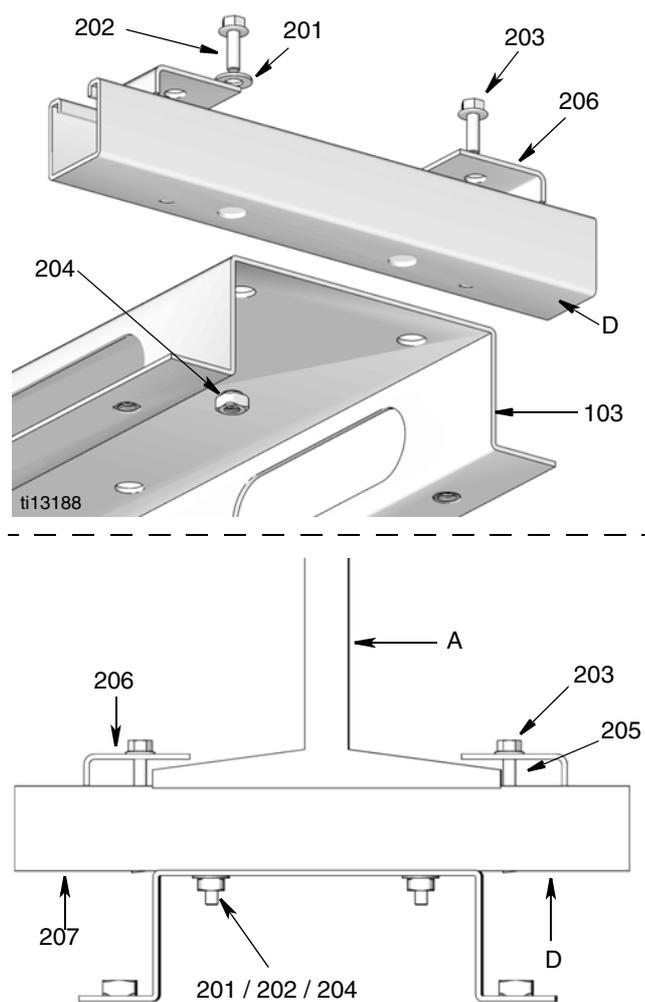

FIG. 10
1. Fissare le staffe di montaggio (D) al profilato.
2. Posizionare i morsetti regolabili (206) delle staffe di montaggio sulla trave a doppia I (A) e stringere forte (FIG. 10).